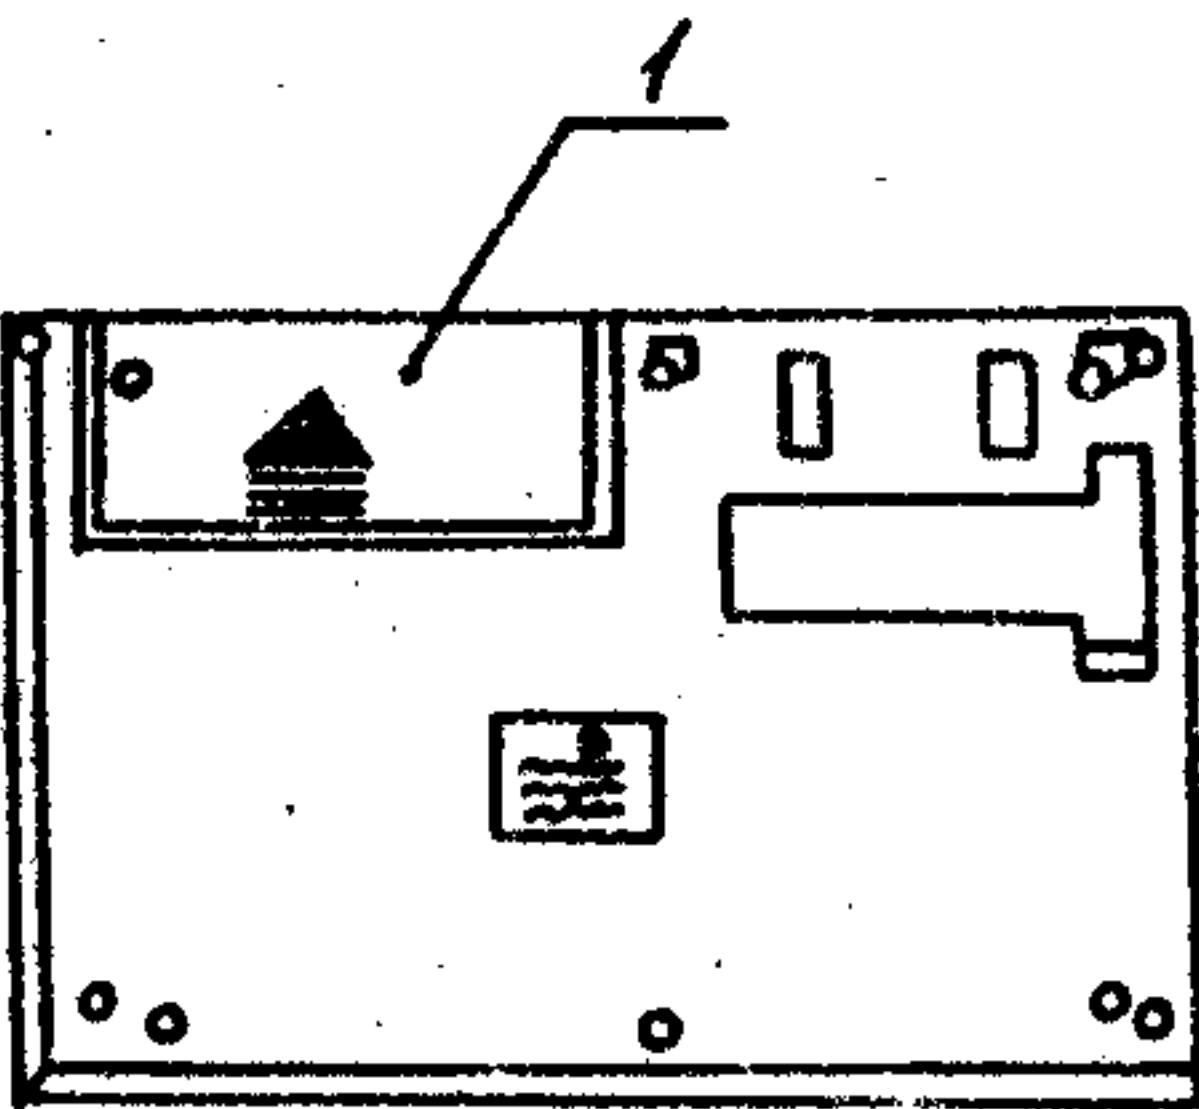

Рис. 6.1
Микрокомпьютер поставляется с установленным в корпус комплексом незаряженных аккумуляторов типа НКГЦ. На рис.6.1 показано основание микрокомпьютера.
1) снять крышку I (см.рис. 6.1) слегка нажав и сдвинув ее в направлении стрелки, и проверить полярность установки аккумуляторов, указанную в батарейном отсеке;